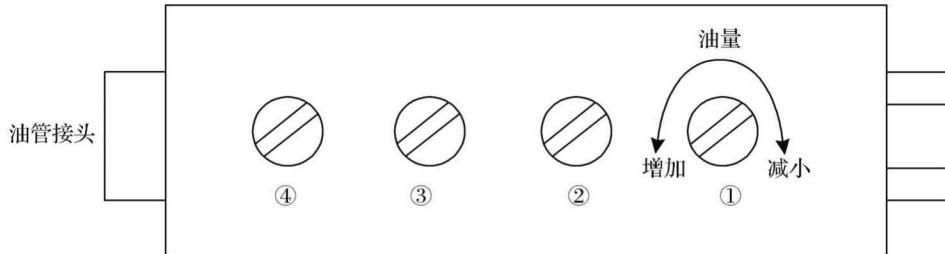

图 1-1-5 油量调节示意图
(3)油量调节示意图,如图1-1-5所示。顺时针旋转油量减小,逆时针旋转油量增加。